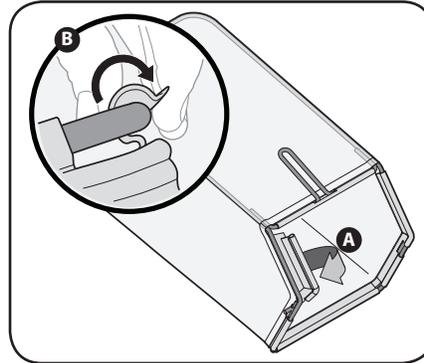

Figure 2-6
- Suivez les étapes ci-dessous pour assembler le sac à herbe (si nécessaire). Avant d'assembler le sac, assurez-vous que l'étiquette d'avertissement du sac se trouve à l'extérieur. Voir Figure 2-6.